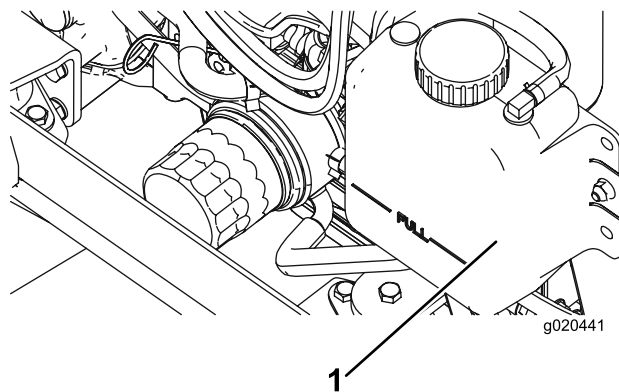

Figura 73
1. Retire cuidadosamente a tampa do radiador e a tampa do depósito de expansão (Figura 73).